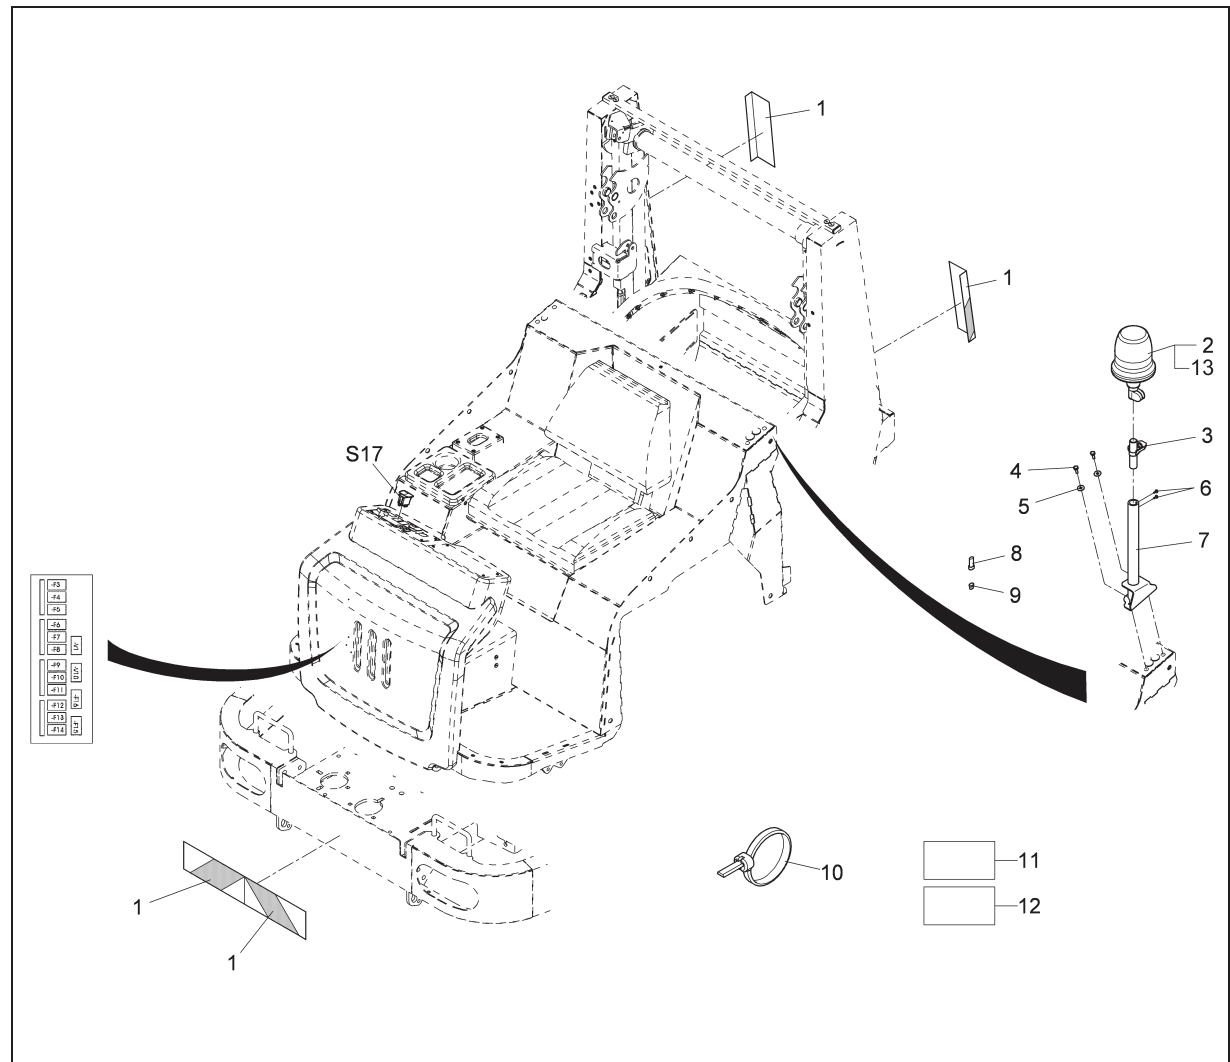

Abb.1
- Folienband (Abb. 1/1)
- Rundumkennleuchte (Abb. 1/2)
- Aufsteckrohr (Abb. 1/3)
- Halter (Abb. 1/7)
- Schalter (Abb. 1/S17)
- Sicherung (Abb. 1/F11) C7,5A